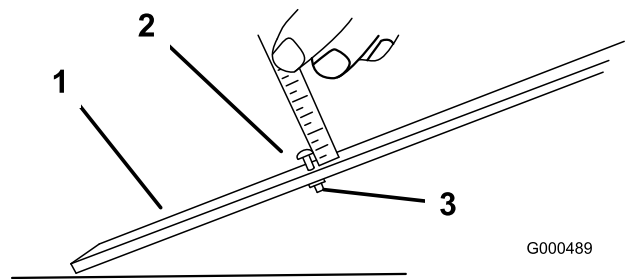

Bild 10
2. Lösen Sie die Mutter an der Messlehre und stellen Sie die Einstellschraube auf die gewünschte Schnitthöhe ein (Bild 10). Der Abstand zwischen dem unteren Ende des Schraubenkopfs und der Stirnseite der Messlehre ist die Schnitthöhe.